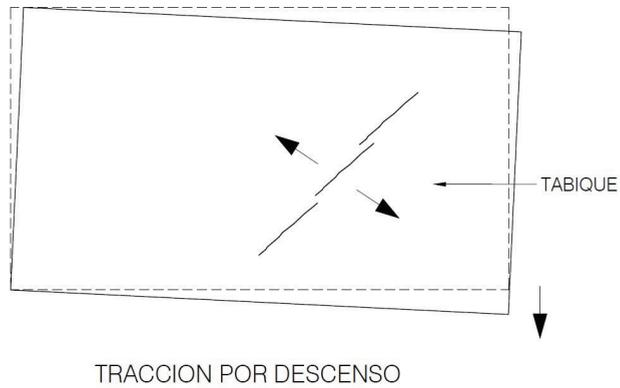

Figura 1
- 1º) Rotura en tabique por descenso de un extremo. Al descender en un extremo el tabique queda traccionado y la rotura suele suceder en discontinuidad como se indica en la **Figura 1**. Es usual en los asientos diferenciales.